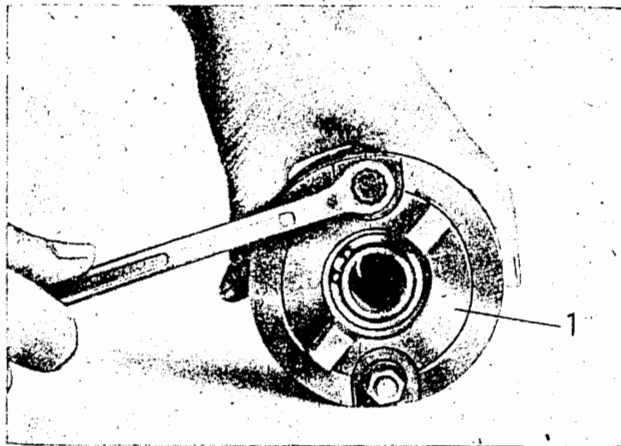

Bild M 186. Mitnehmerflansch (1) lösen
2. Spritzversteller auflegen und Federteller hineindrücken, die evtl. vorhandenen Ausgleichscheiben und Halteblech herausnehmen (Bild M 186).